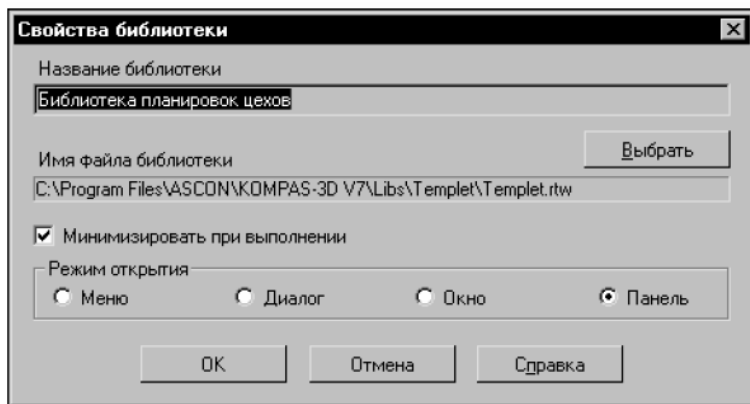

Рис. 3.2
4. В появившемся на экране диалоге **Свойства библиотеки** (рис. 3.2) выберите режим работы библиотеки.